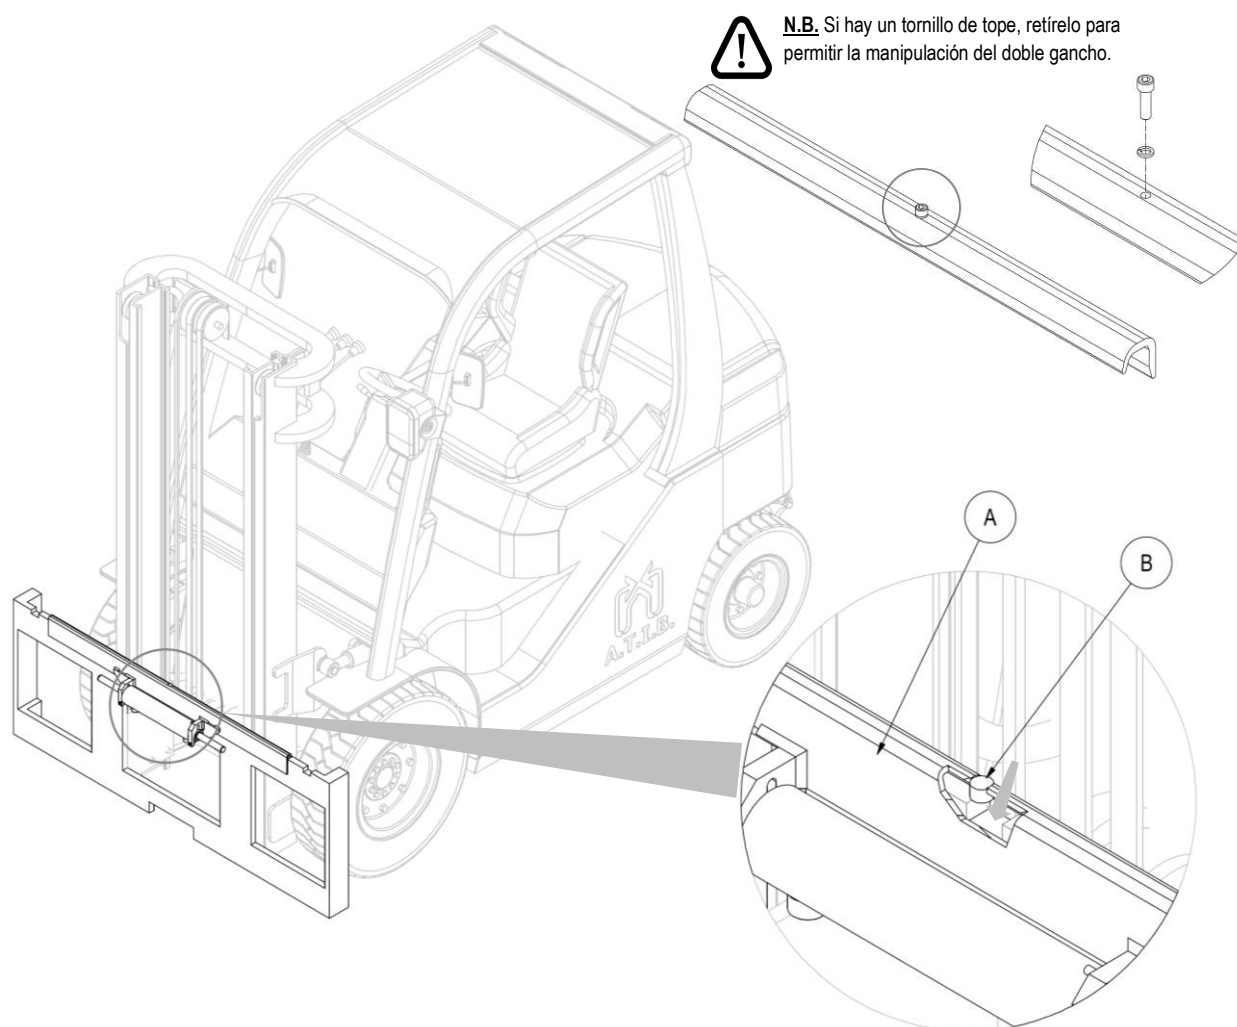

Figura 3
4. Tomar manualmente el doble gancho **A** (con el correspondiente cilindro) y posicionarlo sobre el perfil superior de la placa porta horquillas, cuidando de encajar el pivote de centrado **B** en la muesca central del mismo (mira Figura 3).